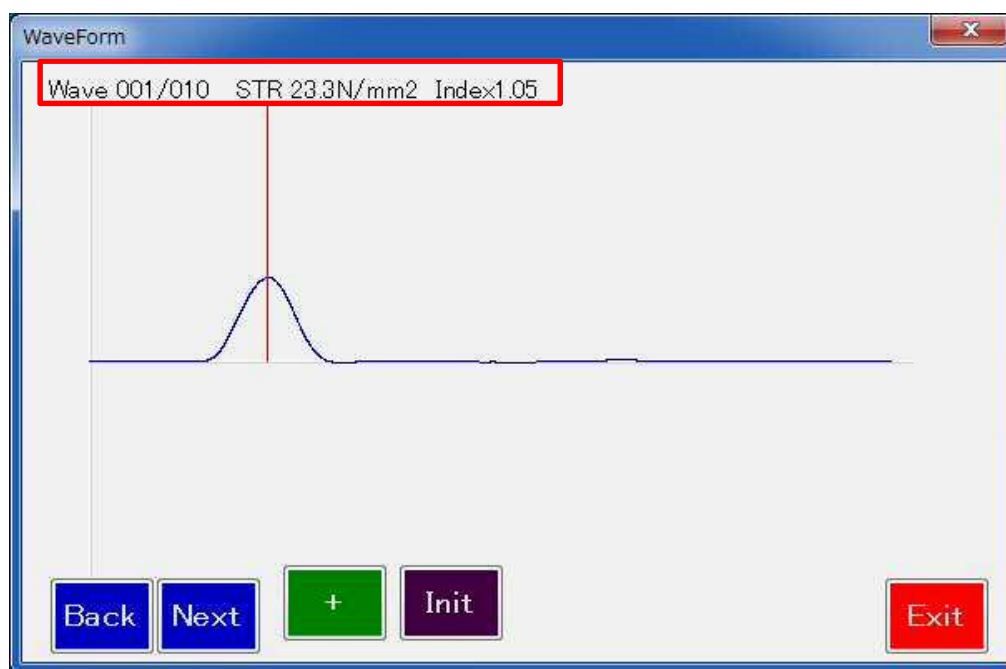

図 5.5-2 波形表示ダイアログ
- ・「X-Y-N/STR/INDEX」リストボックスの中から座標番号をクリックし、この指定した測定データがどのパラメータで測定されたかを確認する場合には、【Show Parameter】④ボタンをクリックします。
- ・【Show Wave Form】⑤ボタンをクリックすると、波形表示ダイアログ(図 5.5-2)が表示されます。